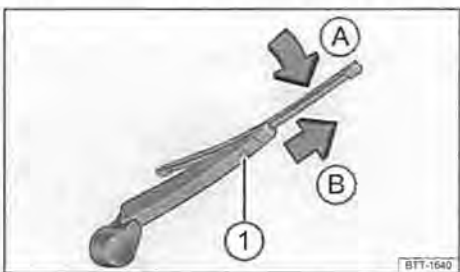

Fig. 122 Sostituzione della spazzola del tergilunotto
- Tenere premuto il tasto di sbloccaggio → fig. 122 ①.
- Inclinare la spazzola nella direzione del braccio → fig. 122 (freccia A) e contemporaneamente sfilarla nella direzione della freccia B. Per questa operazione può essere necessario esercitare una certa forza.
scatto → fig. 122 (freccia B). Per eseguire tale operazione, la spazzola deve essere sollevata dal vetro → fig. 122 (freccia A).